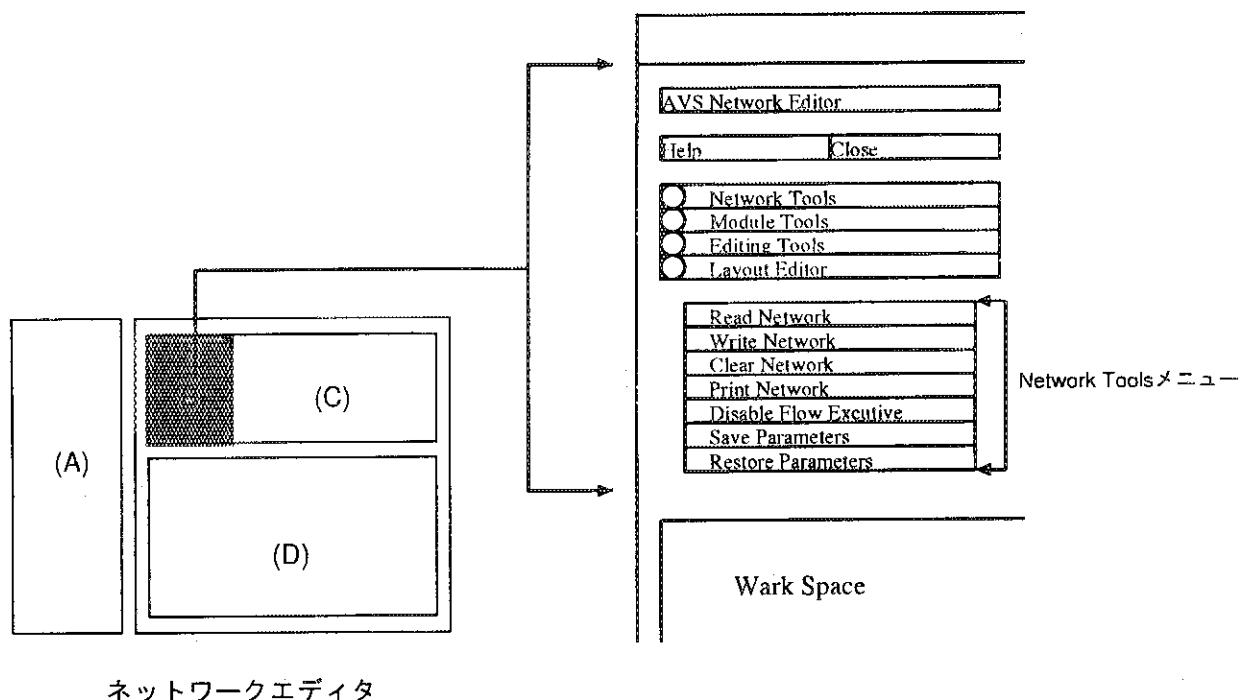
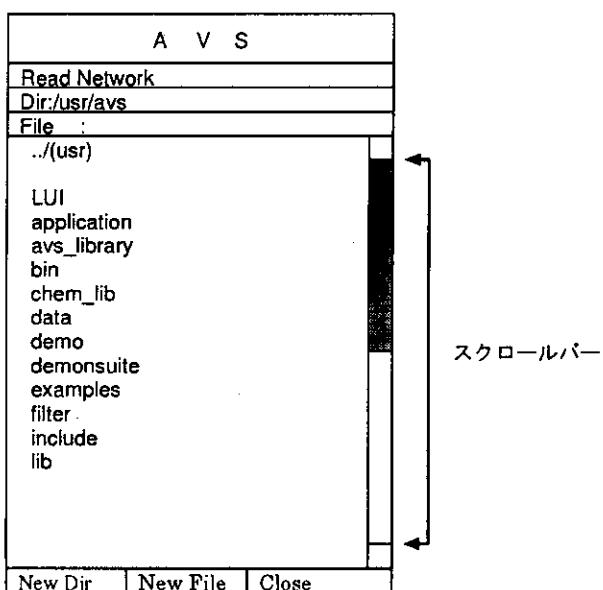

図 1.5 ネットワークエディタメニュー Network Tools
図 1.6 ファイルブラウザ
ネットワークの読み込みや保存は、ネットワークエディタメニューの1つNetwork Toolsメニューを使います。Network Toolsボタン（図1.5）をクリックすると、以下に示すようなNetwork Toolsメニューを表示します。
- 1) 図1.5の(B)に表示されているRead NetworkボタンをクリックするとAVSは、図1.6に示すファイルブラウザを表示します。このファイルブラウザを使いディスク上のネットワークを保存しているファイルを選択します。
- 1) ネットワークエディタメニュー（図1.5）にある Write Network ボタンをクリックすると、AVSは、ファイルブラウザを表示します。
- 1) ネットワークエディタメニュー（図1.5）にある Write Network をクリックします。
Network Tools メニューの Clear Network ボタン（図 1.5）をマウスでクリックするとワークスペース上の全てのモジュールを消去します。
Network Tools メニューの Disable Flow Executive ボタン (図 1.5) をクリックすると、ネットワークの実行が停止します。